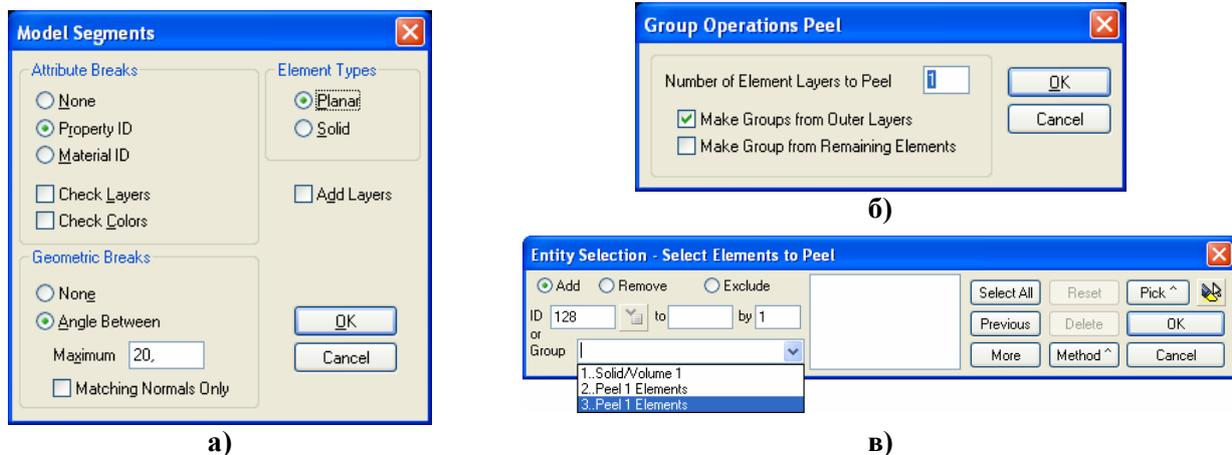

Рис.1.14. Диалоговые панели: а) – автоматического генерирования группы из КЭ; б), в) – снятия верхних слоев трехмерных КЭ
- „**Generate...**”: автоматически генерировать группы из конечных элементов (двумерных или трехмерных) разных свойств. Выбираются КЭ, появляется диалоговая панель (см. рис.1.14-а), где в трех секциях устанавливаются признаки сортировки:
tions Peel” (см. рис.1.14-б). На ней указывается количество слоев КЭ, что будет сниматься (**Numbers of Element Layers to Peel**) и опции для создания групп: всех избранных КЭ (... **Outer ...**) и тех, что остались (... **Remaining ...**). При снятии следующего слоя КЭ нужно избрать из списка „**Group**” последнюю группу (см. рис.1.14-в). Избрание группы для отображения описано в начале этого Раздела.